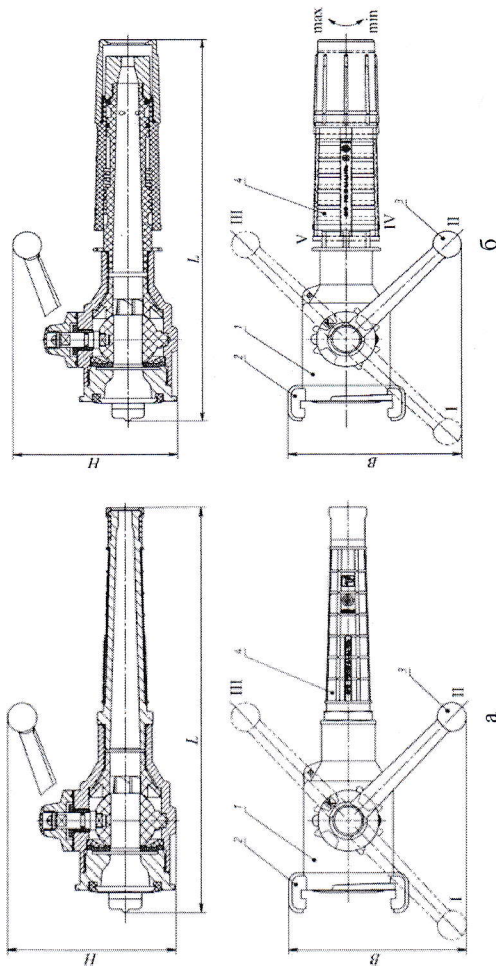

Рис. 1. Конструкция ручного пожарного ствола: а — РСП-70; б — РСК-70
- минимальный;	—	0,70 (40)
- максимальный;	0,70 (40)	1,22 (70)
6. Габаритные размеры (рис. 1, 2), мм, не более:
- высота (H);	150	150
- длина (L);	350	365
- ширина (B);	155	155
3.1. Стволы (рис. 1) состоят из корпуса 1, соединительной головки 2, перекрывающего устройства с рукояткой 3 и насадком 4 (регулируемым насадком для ствола РСК-50). По требованию заказчика стволы могут дополнительно комплектоваться плечевым ремнем.
Положение рукоятки 3 (рис. 1) перекрывающего устройства для перекрытия и образования компактной или распыленной струи воды:
4.2. Ствол РСК-70 дополнительно снабжен устройством, позволяющим изменять угол факела распыленной струи в зависимости от положения гайки регулируемого насадка 4 (рис. 1 б);
6.1. При подготовке к работе ствол следует надежно соединить с рукавной линией. Установить рукоятку 3 (рис. 1) ствола в положение, необходимое для формирования определенного вида струи и направить её на очаг пожара. Дать сигнал готовности к работе.